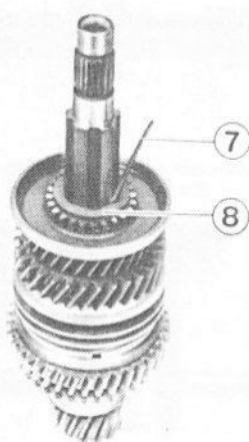

Fig. 6.17 Clavette d'arbre secondaire (7) et entretoise (8) (5 vitesses) (Sec 7)
- 5 Enlever la clavette (7) et l'entretoise (8), Fig. 6.17.